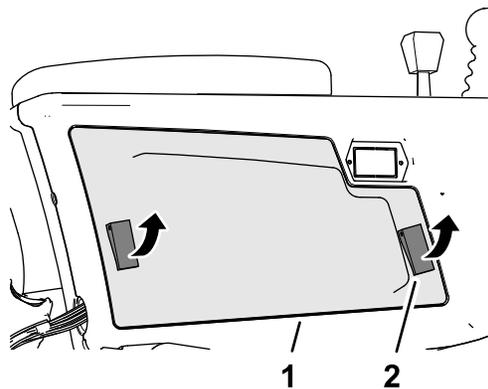

图 98
2. 打开将控制臂盖子固定到控制臂的 2 个门锁然后拆下盖子 图 98。